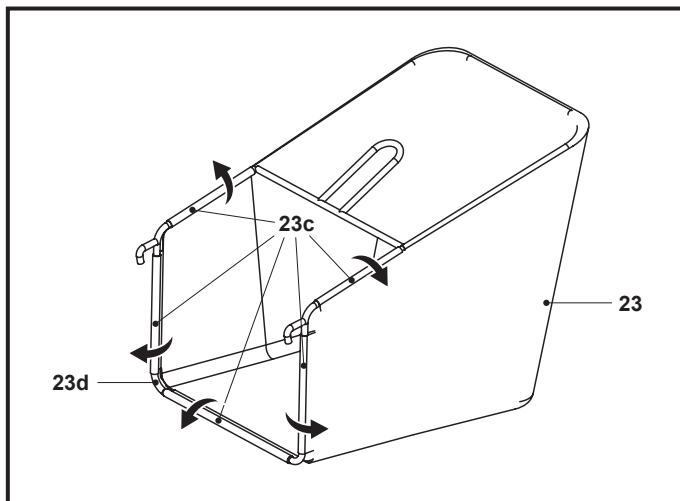

Fig. 4
1. Prinde cele cinci cleme din cauciuc (23c) pe tija de susținere (23d) a colectorului de iarbă (23) (Fig. 4) dacă nu sunt preasamblate în momentul livrării.
2. Colectorul de iarbă (23) este acum gata de utilizare.